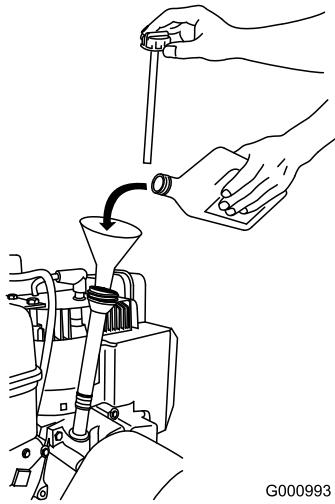

Figura 40
- Rimuovete l'asta e controllate il livello dell'olio (Figura 40). Se l'olio non raggiunge la tacca Add, occorre rabboccare. Fate riferimento a Rabbocco dell'olio motore.